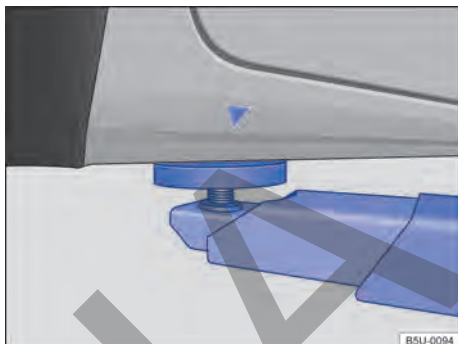
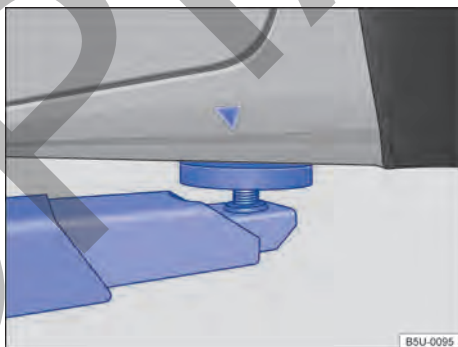

Fig. 219 Puntos de apoyo delanteros para la suspensión con plataforma elevadora o con gato.
Fig. 220 Puntos de apoyo traseros para la suspensión con plataforma elevadora o con gato.
El vehículo debe ser suspendido solamente por los puntos indicados en las figuras → fig. 219 y → fig. 220. Si el vehículo no está suspendido por los puntos indicados, pueden ocurrir daños en el vehículo → ⓘ y lesiones graves → ⚠.
- Suspender el vehículo solamente por los puntos indicados en las figuras → fig. 219 y → fig. 220. Si el vehículo no es suspendido por los puntos indicados, puede caer de la plataforma elevadora cuando, por ejemplo, se desmonta el motor o la suspensión.